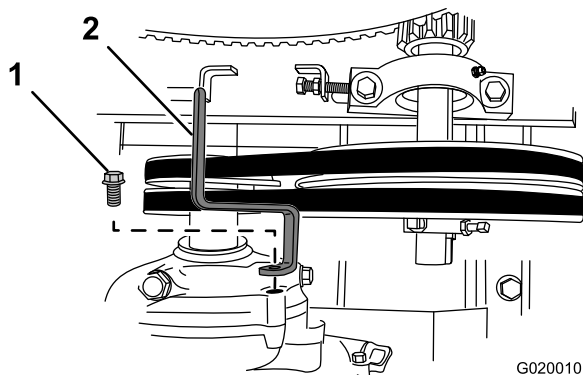

Figure 57
3. Retirez le boulon qui fixe le guide de courroies au moteur, et déposez le guide (Figure 57).
7. Fixez légèrement le guide de courroies au moteur (Figure 57) avec le boulon retiré à l'opération 3 de Dépose des courroies (page 35).